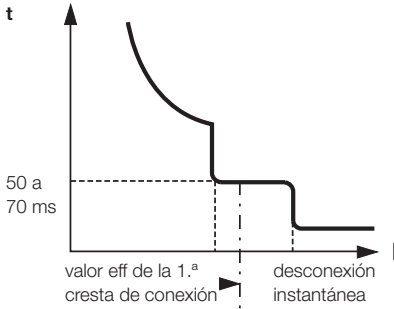

Fig. J18-002: curva de desconexión de un Compact tipo S o SA.
- Interruptores automáticos selectivos (con temporización) del tipo Compact S o SA (Fig. J18-002), o: